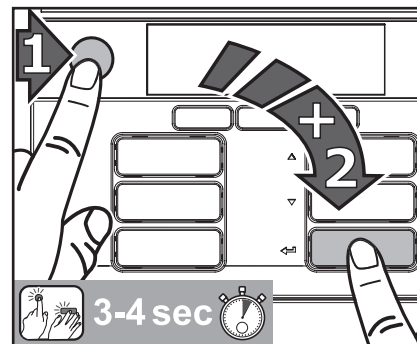

Fig. 24
1. Appuyez d'abord sur le bouton d'ARRÊT, puis sur la touche d'entrée  et continuez d'appuyer sur les deux touches simultanément durant 3 à 4 secondes pour accéder au mode de nettoyage (fig. 24).